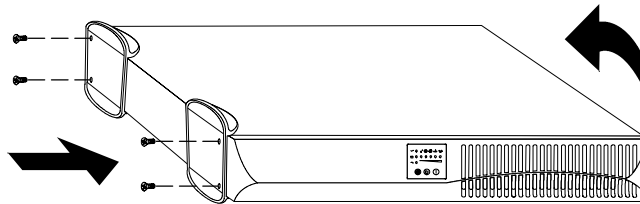

Abbildung 5. Montieren der USV-Ständer
2. Die USV-Ständer über das Ende des Geräts schieben und so positionieren, dass das Gewicht der USV gleichmäßig verteilt ist (siehe Abbildung 5). Die Ständer mit den im Zubehörsatz gelieferten Schrauben sichern.